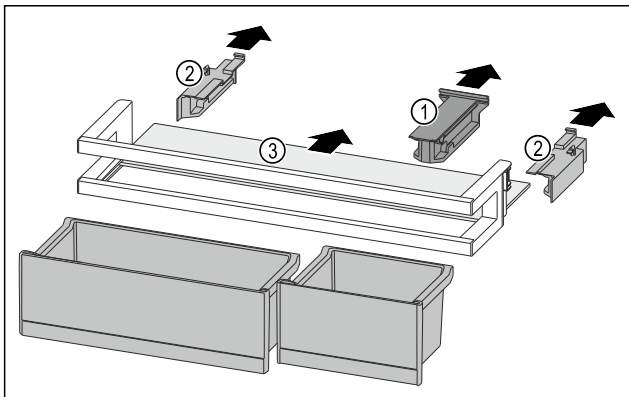

Fig. 88
- Retirer la pièce de retenue Fig. 88 (1).
- Retirer les parties latérales Fig. 88 (2).
- Retirer la tablette de rangement Fig. 88 (3).